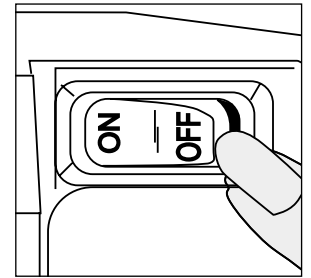

Figure 1
1. Veiller à ce que l'interrupteur principal soit en position arrêt (OFF) (**Figure 1**).